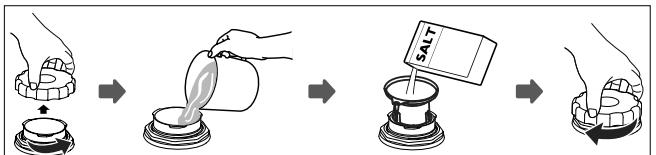

Abb. 13 – Salz einfüllen
- ▶ Entfernen Sie den Geschirrkorb (6) und drehen Sie den Deckel vom Salzbehälter (11) ab.
- ▶ Füllen Sie vor der ersten Benutzung ca. 1 l Wasser in den Salzbehälter (siehe Abb. 13).
- ▶ Füllen Sie mit einem geeigneten Hilfsmittel, wie z. B. mit einem haushaltsüblichen Trichter, 130 g Spülmaschinen-Salz in die Öffnung des Salzbehälters (11) ein. Es ist normal, wenn Wasser aus dem Salzbehälter austritt.
- ▶ Nachdem der Behälter gefüllt ist, drehen Sie den Deckel im Uhrzeigersinn wieder fest (siehe Abb. 13).